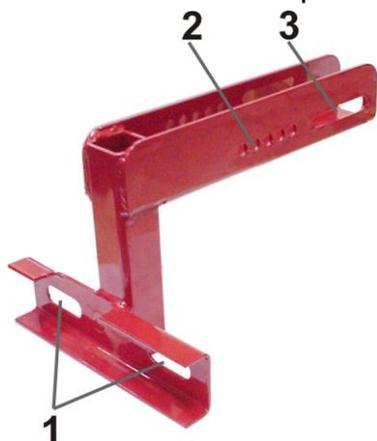

Рис. 2. Сцепка 202002290501
3.1. Снегоуборщик мотоблочный СМ-2 202002297501 эксплуатируется с мотоблоками «Нева» или «Ока», для установки снегоуборщика на мотоблок применяется сцепка 202002290501 рис. 2.
- вставить сцепку 4 (рис. 3) в прицепную скобу мотоблока 1(рис. 3), совместив отверстия сцепки 2 (рис. 2) и паз сцепки 3 (рис. 2) с отверстиями прицепной скобы мотоблока 1(рис. 3), наживить соединение двумя болтами 3(рис. 3);